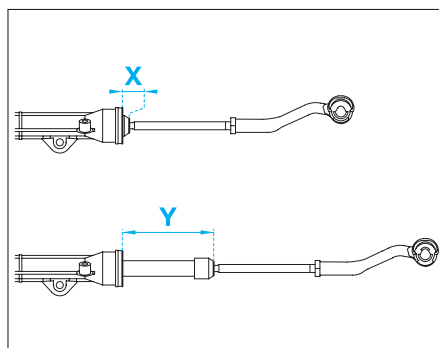

FIG. 4
- Mesurer la cote X (Fig.4).
- le collier (2)
- un collier neuf (1).